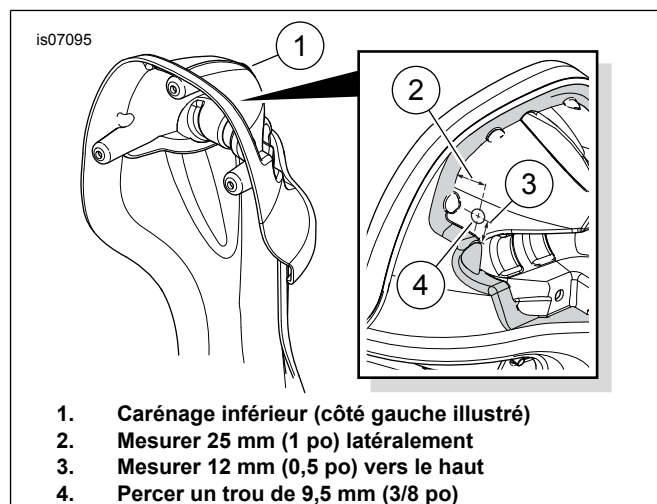

Figure 4. Percer le trou de câble de haut-parleur dans le carénage inférieur
- a. Retirer la boîte à gants, la porte et l'amarre (F) du carénage inférieur (E) selon les instructions de démontage du manuel d'entretien. Conserver les vis (J).
- b. Retirer le volet d'aération (H) de la boîte à gants, en notant l'ordre et l'orientation des pièces d'attache.
- c. Installer le volet d'aération sur le **nouveau** boîtier de haut-parleur de ce kit avec les pièces d'attache dans le même ordre et la même orientation que lors de la dépose précédente. Serrer le contre-écrou (I) selon les instructions du manuel d'entretien.
2. Attacher le boîtier de haut-parleur au carénage inférieur avec les trois vis (J) retirées à l'étape 1a. Serrer à un couple de 2,3–2,8 N·m (20–25 **in-lbs**).
3. Voir Figure 4. Dans la partie supérieure du carénage (1), mesurer environ 25 mm (1.0 in) latéralement (2) et 12 mm (0.5 in) vers le haut (3) à partir du rebord (zone ombrée) du capot de carénage inférieur, puis percer un trou de 9,5 mm (3/8 in) (4) dans la paroi latérale intérieure de la boîte à gants et le boîtier de haut-parleur. Voir Figure 10. Installer un œillet (8) dans le trou de la paroi de la boîte à gants.
4. Depuis l'intérieur, acheminer les fils à terminaison d'un faisceau de haut-parleur de carénage inférieur (6) par la grande ouverture dans la face avant du boîtier de haut-parleur et par l'œillet dans la paroi de la boîte à gants.